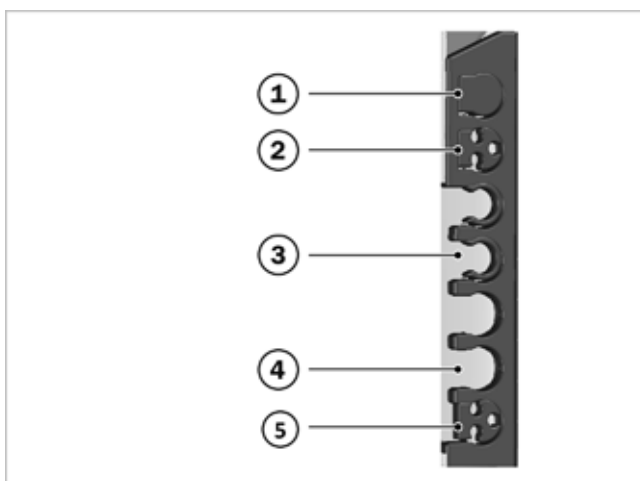

Fig. 45: Adaptadores de las conducciones
4. Tienda el otro extremo del tubo de condensación con una reducción triple (véase → Fig. 45, 2) por una conducción o bien a la derecha, o bien a la izquierda, del soporte teniendo en cuenta una pendiente suficiente.
2. Tienda la tubería de gas con ayuda de una reducción triple (véase → Fig. 45, 2) por una de las conducciones superiores en el lado derecho o en el izquierdo del soporte.